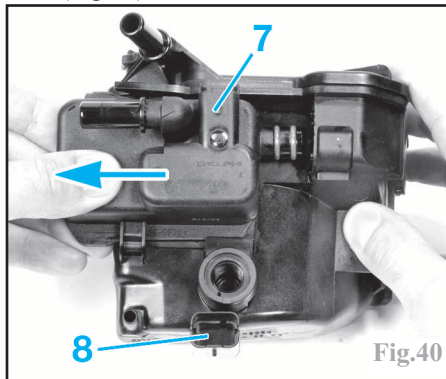

Fig.40
Débrancher le connecteur (8) du réchauffeur (Fig.40).